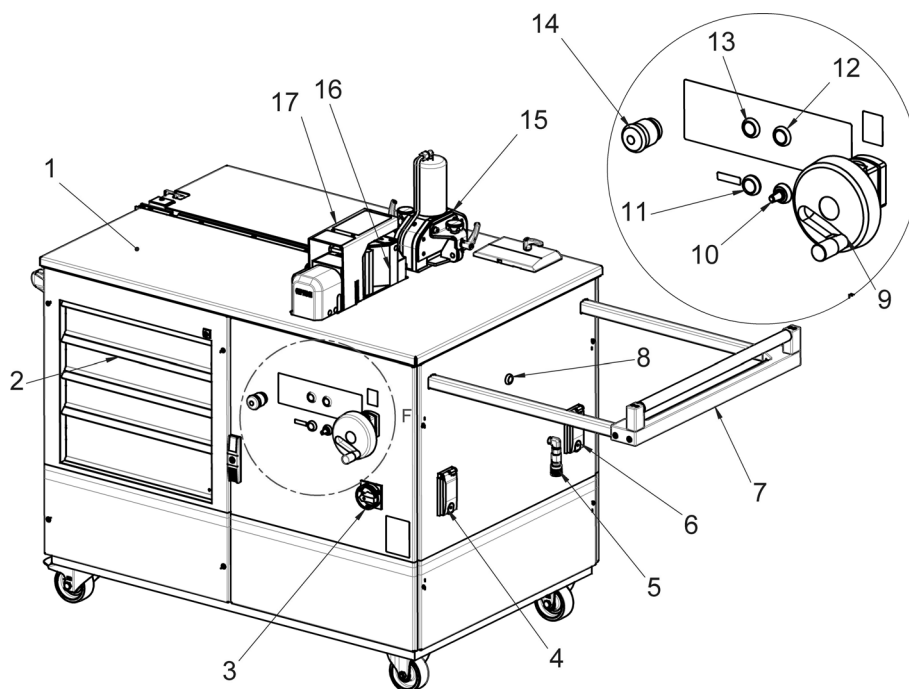
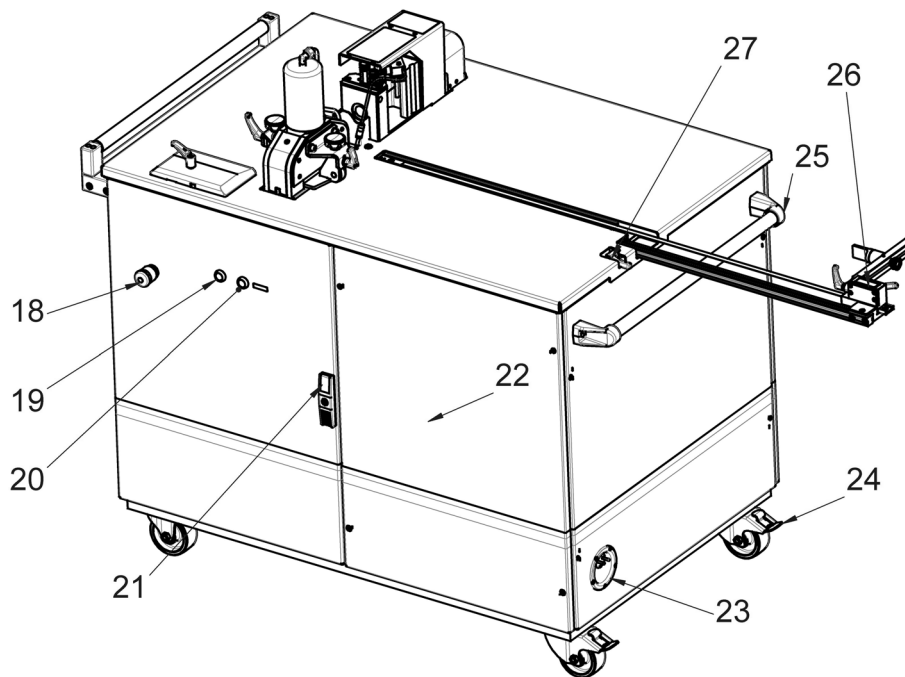

Bild 1: Vy framifrån
Bild 2: Vy bakifrån
Det säkra fotmanöverdonet med en pedal ansluts till bearbetningsmaskinen via ett uttag (bild 1, 4). Fyra tryckknappar (bild 1, 8, 12, 13 och bild 2, 19) används för att välja önskad bearbetningsstation. Bearbetning kan endast pågå vid en station åt gången. Kapenheten (bild 1, 15) för kapning av strömskenor samt bocknings- och hålstansenheten (bild 1, 16) omges av en stabil, slitstark bordsplatta (bild 1, 1) av rostfritt stål. I bordsplattan finns det ett utdragbart anslag (bild 2, 26) på upp till 1200 mm som kan användas för alla arbetsstationer.
En extra hydraulanslutning (bild 1, 5) gör det möjligt att ansluta externa hydraulaggregat som komplement till de befintliga arbetsstationerna. För att långa arbetsstycken ska kunna bearbetas på ett bekvämt sätt har bearbetningsmaskinen även en utdragbar stödrulle (bild 1, 7).
Två nödstoppsbrytare (bild 1, 14 och bild 2, 18) kan användas för att omedelbart stoppa hydraulpumparna vid farliga situationer och köra tillbaka verktyget till utgångspositionen. Med hjälp av en frekvensomriktare kan varvtalet för verktygens drifhastighet ställas in med en potentiometer (bild 1, 10). Stommen för hålstansning skyddas av en stabil skyddshuv (bild 1, 17). Stommens höjd kan enkelt ställas in med en ratt (bild 1, 9) enligt indikatorn för höjdställning. Fyra rymliga och låsbara lådor (bild 1, 2) ger tillräckligt med plats för de verktyg och arbetsredskap som används. Bakom dörren (bild 2, 21) bredvid elskåpet (bild 2, 22) finns en uppsamlingsbehållare för kopparrester. Strömkabeln (bild 2, 23) kan gömmas i sidoväggen på bearbetningsmaskinen och kan vid behov dras ut till en maximal längd av 4,5 m eller rullas in helt.
- Anslut sedan fotmanöverdonets matarledning till den fyrpoliga anslutningen (bild 1, 4).
- Ställ nätbrytaren på (I) för att koppla om bearbetningsmaskinen till driftklart läge. Styrningen tar ca 5 sekunder för att bli driftklar innan de enskilda stationerna kan väljas.
Lasrarna slås på och stängs av med knapparna (bild 1, 11 och bild 2, 20). För att förlänga lasrarnas livstid stängs de av automatiskt efter 15 minuter. Om fotmanöverdonet manövreras eller om motsvarande knapp trycks ned slås lasrarna på igen.
- Justera maskinstommens höjd med ratten (bild 1, 9) och rikta in bockningsmatrisen i mitten av arbetsstycket.